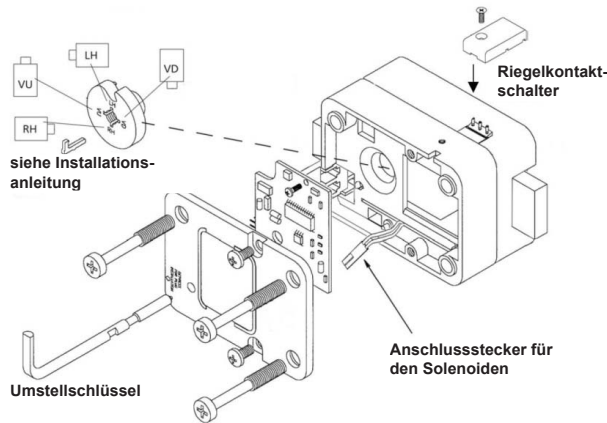

Abbildung 12
3. Entfernen Sie die beiden Schrauben des hinteren Schlossdeckels und entfernen Sie dann den Deckel (Abbildung 12).
4. Entfernen Sie vorsichtig den Anschlussstecker der Auslösespule von der Elektronikplatine. (Wenn möglich, entfernen Sie den Stecker des Riegelpositionsschalters von der Elektronikplatine.) (Abbildung 12)
5. Lösen Sie die Befestigungsschraube der Elektronikplatine und entfernen Sie die Platine vorsichtig aus dem Gehäuse (Abbildung 12).